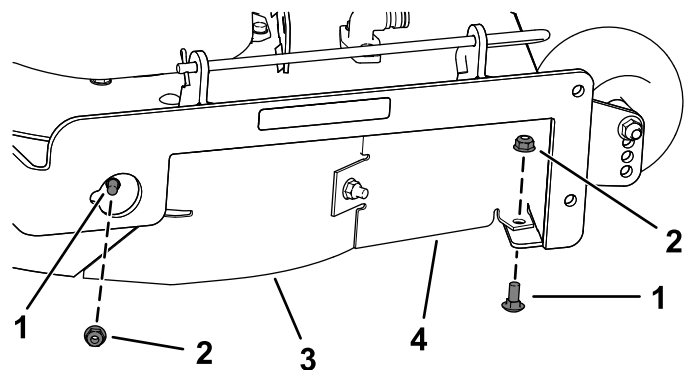

Figura 14
7. Rimuovete i 2 bulloni a testa tonda (5/16" x 3/4") e i 2 dadi di bloccaggio (5/16") che fissano il deflettore destro e la protezione del deflettore assemblati sul piatto di taglio (Figura 14).